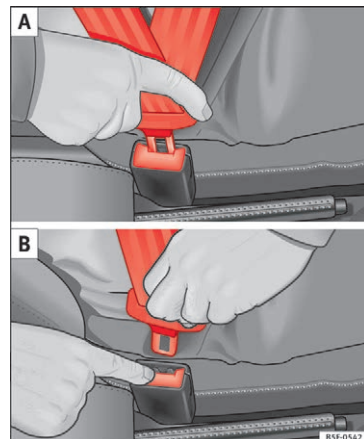

Fig. 79 Sådan sættes sikkerhedsselelås på, og sådan frigøres den fra selelåsen.
- Stik låsetappen ind i den selelås, der hører til den pågældende siddeplads. Du skal kunne høre, at den går i hak »» **Fig. 79 A**.
- Tryk på den røde knap på selelåsen »» **Fig. 79 B**. Låsetappen springer ud »» **▲**.